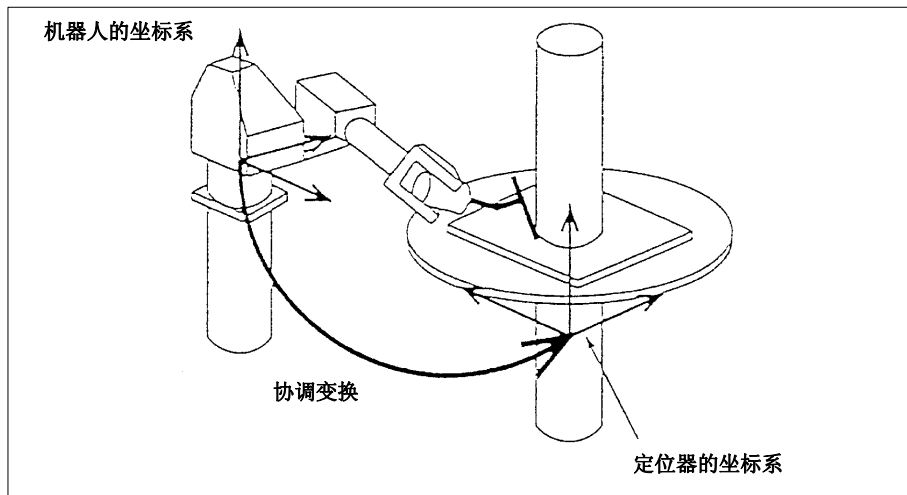

图 9.27(i) 协调变换
- 1 定位器和机器人的位置数据，分别作为相对自身坐标系的数据而被存储（→ 图 9.27(j)）。